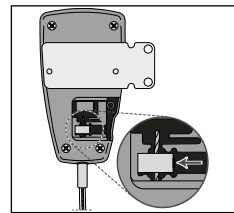

Fig. 9
11. Deslice de nuevo el bloque terminal del cable sobre el cable interior de acero y vuelva a colocar el bloque terminal en la ranura correspondiente del satélite (**véase la fig. 9**).